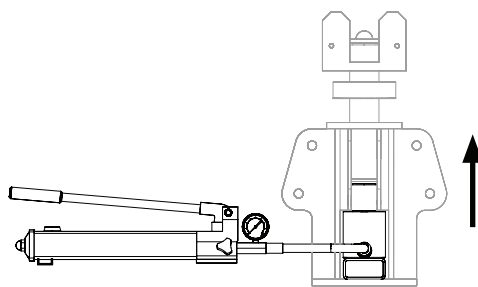

Fig. C2.02b
3. Pompate il cilindro idraulico (**50.1**) all'altezza desiderata (min. 50 mm). (Fig. C2.02b)